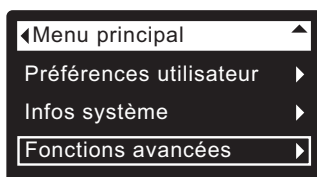

FIG. 71
1. À partir d'un écran d'état dynamique, appuyez sur le sélecteur (O) pour afficher le **Menu principal**.
2. Appuyez sur le bouton BAS (▼) pour faire défiler les options du menu et mettre en évidence **Fonctions avancées** (cf. Figure 71).